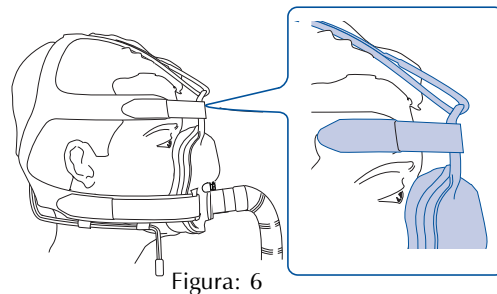

Figura: 6
- 6 Una volta applicata, la maschera dovrebbe avere il seguente aspetto (Fig. 6):